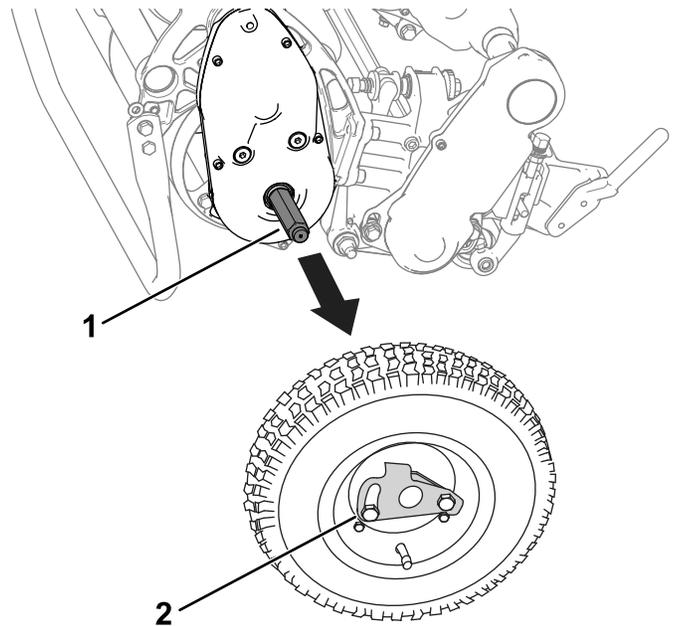

Figure 17
3. Déposez les roues de transport en poussant les clips de verrouillage hors des arbres (Figure 17).